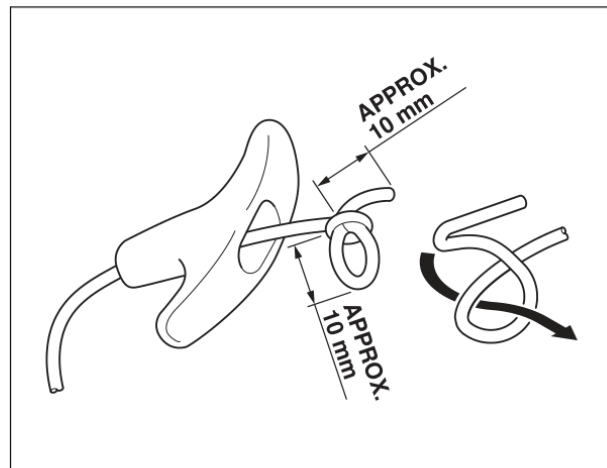

Fig. 9-3
- 1 Passez la corde dans la poignée et faites un nœud simple (Fig. 9-3). Passez l'autre extrémité du boîtier vers la bobine et faites de même, puis logez bien l'extrémité dans son logement sur la bobine. Appliquez ensuite un peu de graisse sur l'axe du lanceur et sur le ressort spiral.